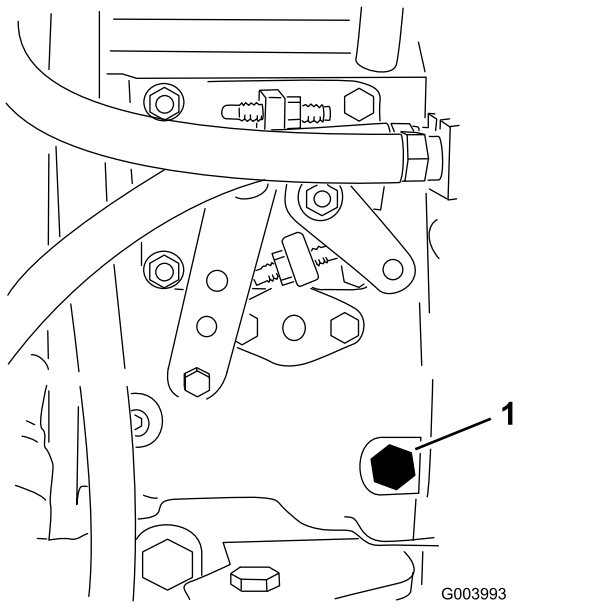

図 39
3. 燃料噴射ポンプ 図 39 についているエア抜きねじを、12mmのレンチを使って開く。